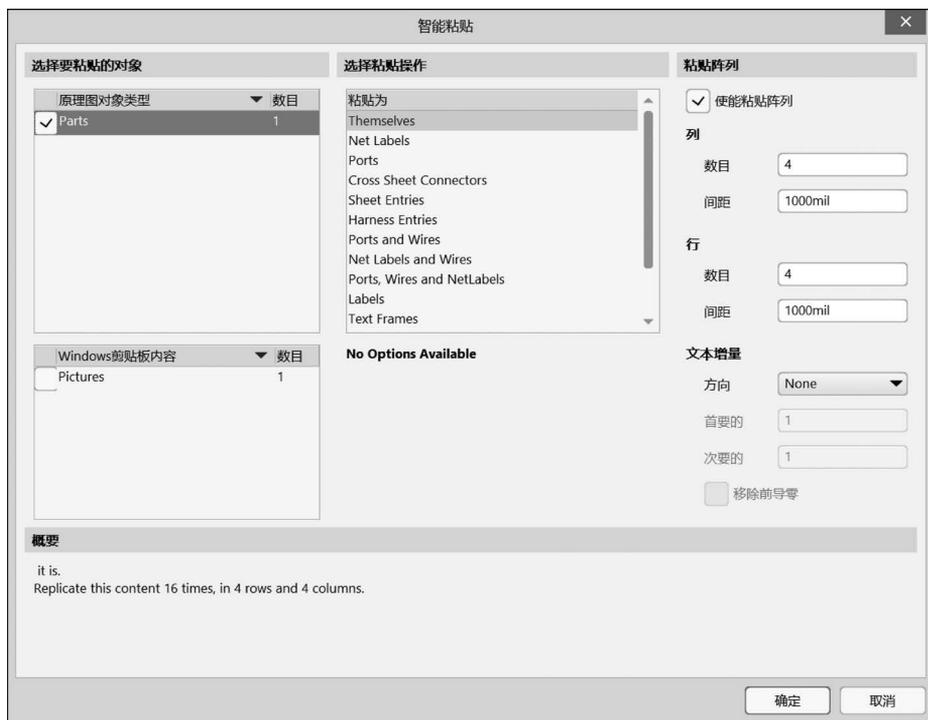

图 3.10 “智能粘贴”对话框
- (1) 选中要进行智能粘贴的电路原理图元件。
- (2) 选择“编辑”→“复制”选项,或者单击原理图标准工具栏中的“复制”按钮 ,
- (3) 选择“编辑”→“智能粘贴”选项,弹出“智能粘贴”对话框,如图 3.10 所示。